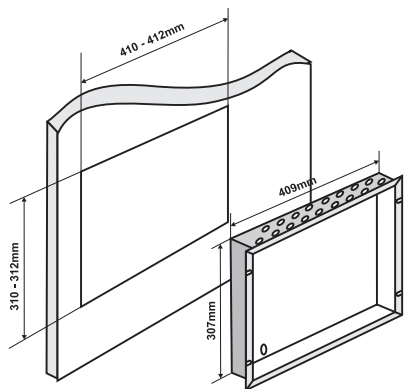

Figure 6.
- Utilisez les mesures indiquées sur la figure 6 pour tracer et couper les ouvertures de montage dans le mur en plâtre.